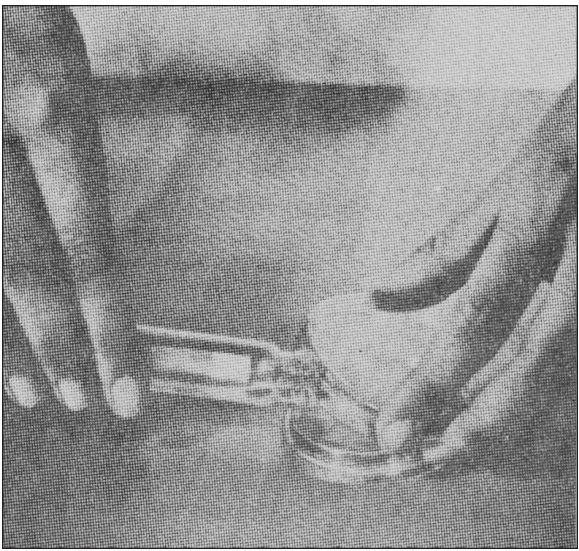

Figure 1
- Verser 11,0–12,0 mL du milieu choisi à environ 48–50 °C dans chaque microplaque sur une surface de niveau. (Figure 1, voir dernière page.) Il faut faire extrêmement attention à empêcher la formation de bulles d'air et le débordement du milieu. Si l'une ou l'autre situation se produit, les microplaques doivent être jetées. On laisse alors les microplaques se solidifier.
3. Auf einer ebenen Fläche 11,0–12,0 mL des gewählten Mediums bei 48–50 °C in jede Platte gießen (s. Abbildung 1, letzte Seite). Es ist äußerste Vorsicht anzuwenden, um die Bildung von Luftblasen und das Überlaufen des Mediums zu vermeiden. Sollte dies dennoch eintreten, sind die Platten zu verwerfen. Die Platten anschließend erstarren lassen.